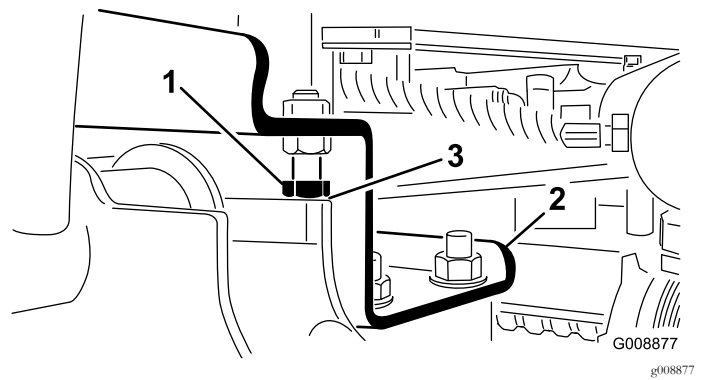

Bild 26
- Drehen Sie die Anschlagsschrauben heraus und stellen den Zylinder so ein, dass der Abstand erzielt wird (Bild 26).
- 2. Prüfen Sie, ob der Abstand zwischen jedem Hubarm und der Anschlagsschraube zwischen 0.13 und 1.02 mm liegt (Bild 26).